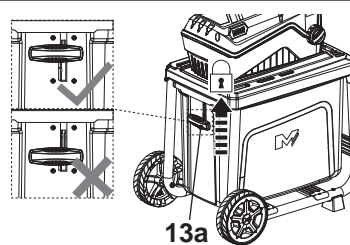

Fig. 6
2. Relevez à fond la fermeture de sécurité [13a] sur la position MARCHE (Fig. 6).